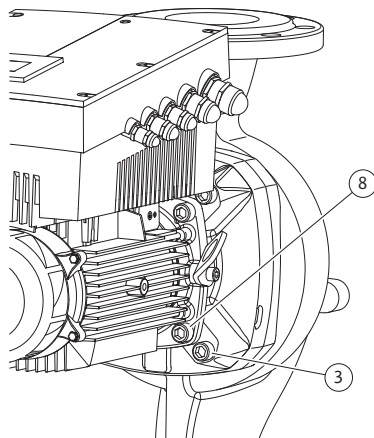

Fig. 52: 모터 임펠러 유닛의 다른 고정 방법
11. 스크류(Fig. 7, 위치 3)를 풀고 제거하십시오. 펌프 타입에 따라 외측 스크류(Fig. 52, 위치 3)를 제거해야 합니다. 모터 임펠러 유닛(Fig. 13 참조)은 스크류의 제거 후에 펌프 하우징에 안전하게 남아 있으며, 모터 샤프트가 수평하게 있을 경우에도 전복 위험이 존재하지 않습니다.
16. 펌프 타입에 따라 스크류(Fig. 7, 위치 10) 또는 스크류(Fig. 52, 위치 8)를 푸십시오.
22. 랜턴을 주의하여 샤프트 위에 밀어 끼우고 모터 플랜지에 대한 기존 위치나 다른 원하는 모서리 위치에 놓으십시오. 이때 컴포넌트의 허용 장착 위치에 주의하십시오(다음 장 참조: 7.1 „허용 장착 위치와 설치 전 컴포넌트 위치 변경“, 19페이지). 랜턴을 스크류(Fig. 7, 위치 10) 또는 - 펌프 타입/랜턴 타입(Fig. 52)에 따라 - 스크류(Fig. 52, 위치 8)를 사용하여 모터 플랜지에 고정하십시오.